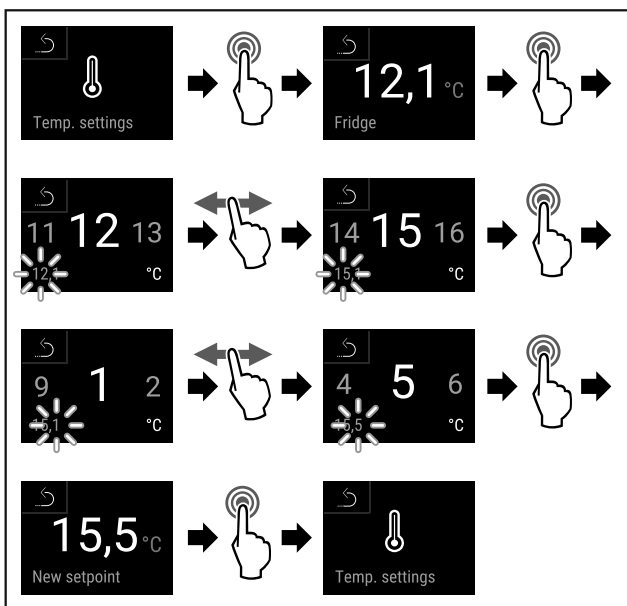

Fig. 90
- ▶ Εκτελέστε τα βήματα ενεργειών (βλέπε Fig. 90).